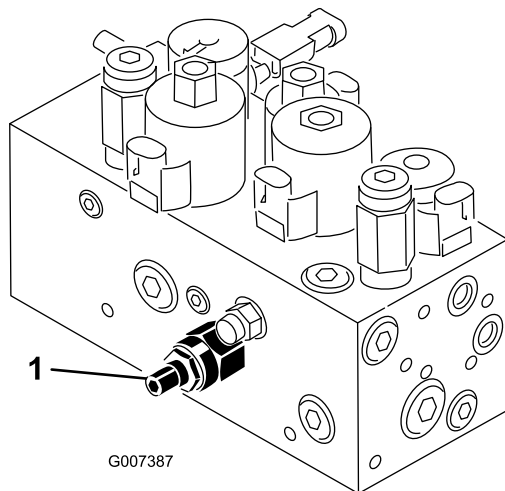

Figura 48
Il circuito di sollevamento/abbassamento degli apparati di taglio della macchina è dotato di una valvola di regolazione del flusso (Figura 48). Questa valvola viene preregolata in fabbrica, ma è talvolta necessario regolarla per compensare i dislivelli delle temperature dell'olio idraulico, delle velocità di tosatura, degli accessori, ecc. Se necessario, regolate come segue:
1. Alzate il sedile e individuate la valvola di regolazione del flusso per il telaio di trazione centrale (Figura 48), situata accanto al collettore idraulico.